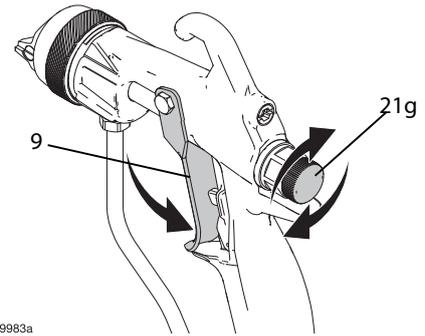

Рис. 32: Проверка курка и ручки регулировки факела
- Проверьте подвижность курка (9) и ручки регулировки факела (21g). При необходимости смажьте или произведите замену. См. Рис. 32.